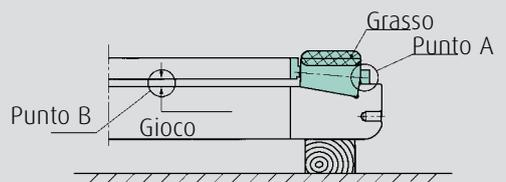

Fig. 3.39
2. Dopo aver applicato la quantità di grasso indicata sul perimetro della gabbia e dei rulli con la marcatura A, posizionarli lentamente sull'anello esterno. Verificare la direzione della gabbia controllando che sia a contatto con l'anello esterno nel "Punto A" e verificare che ci sia gioco fra la gabbia e l'anello esterno nel "Punto B" come mostrato in Fig. 3.39.